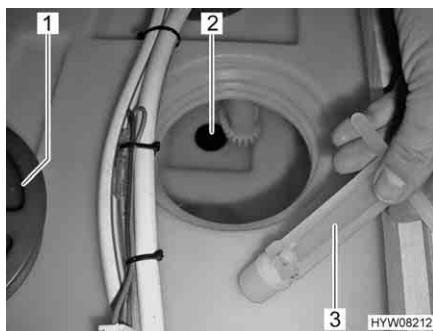

Fig. 86 Serbatoio dell'acqua
- Svitare il coperchio (Fig. 86,1) del serbatoio dell'acqua.
- Estrarre il tappo di chiusura (Fig. 86,3) dall'apertura di scarico (Fig. 86,2). L'acqua fuoriesce.